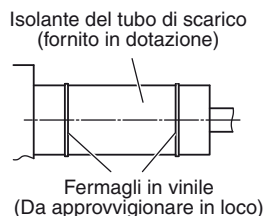

Fig.3-9
- Dopo avere collegato saldamente il tubo di scarico se ne deve fissare la guarnizione e lo si deve quindi avvolgere con il materiale isolante, entrambi forniti in dotazione, bloccandolo quindi in posizione con fascette di plastica. (Fig. 3-9)